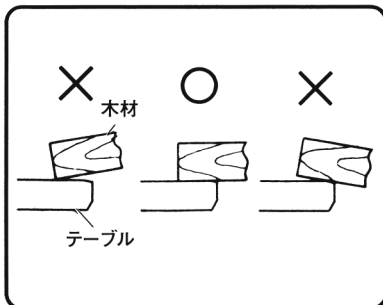

図 32
- 注** • 木材の板厚を検出するとき、木材の下面をテーブル面へ図32（○印）のように当ててください。×印のようにおき方が適正でないと、加圧力が不足して、木材